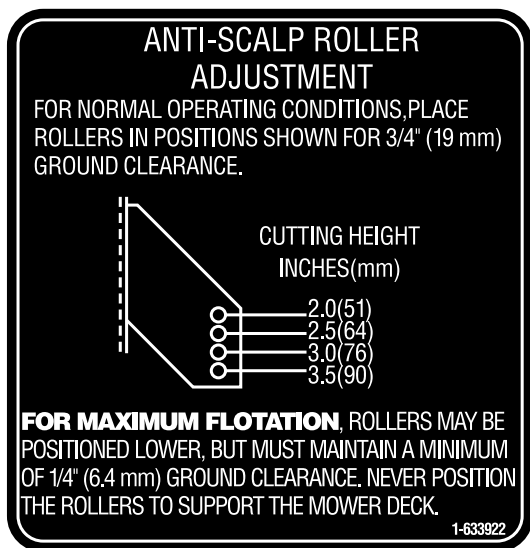

Figure 4
3. Réglez les galets anti-scalp à la position correspondant le mieux à la position de hauteur de coupe (Figure 4).